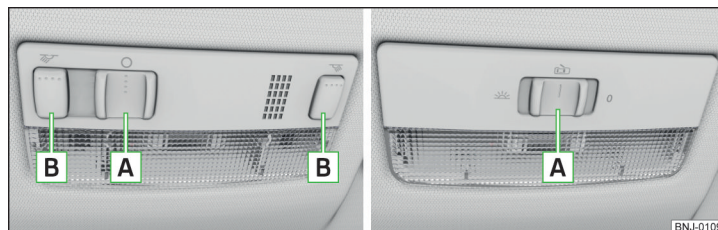

Fig. 46 Operarea lămpilor față: Varianta 1 / varianta 2
**Pozițiile comutatorului luminos deplasabil**  » fig. 46.
**Comutator pentru lămpile de lectură**  » fig. 46